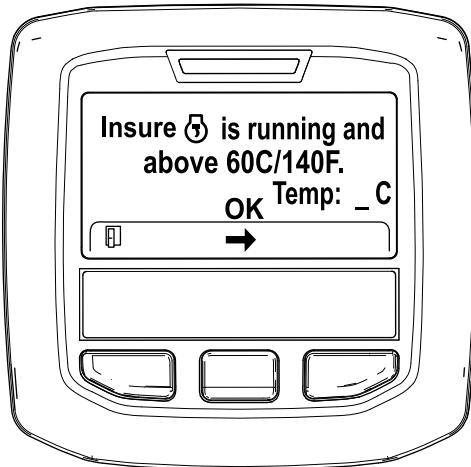

Figura 33
- Se a temperatura do líquido de refrigeração for inferior a 60°C, surge a mensagem “Insure is running and above 60°C/140°F” (Confirme que está a trabalhar e acima de 60°C/140°F) (Figura 33).